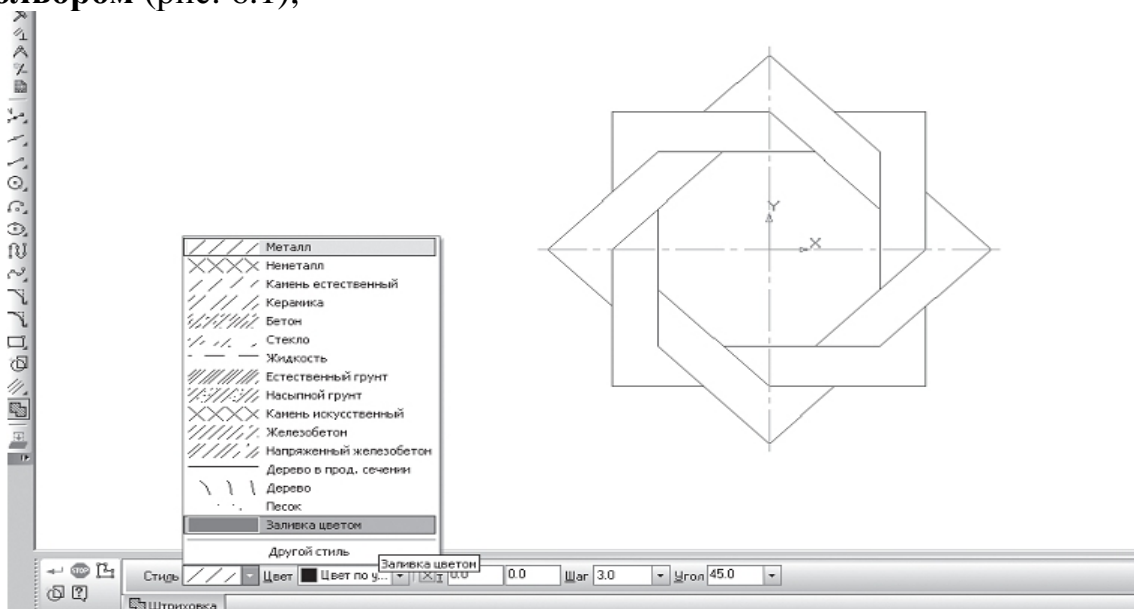

Рис. 6.1.
– на панелі **Властивостей** клацніть ЛКМ на поле **Стиль**. На екран буде виведений діалог вибору стилю. Виберіть клацанням ЛКМ **Заливка кольором** (рис. 6.1);